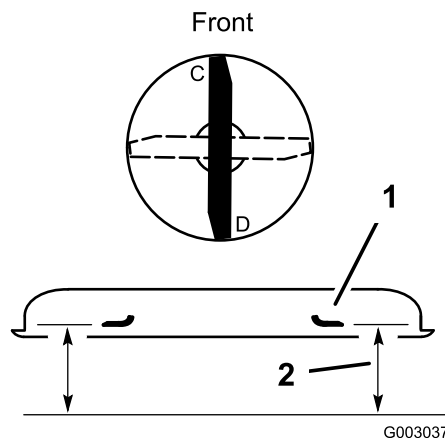

Figura 49
2. Coloque una cuchilla en posición longitudinal (Figura 49). Mida en las posiciones **C** y **D** desde una superficie nivelada hasta el filo de corte de los extremos de la cuchilla (Figura 49).